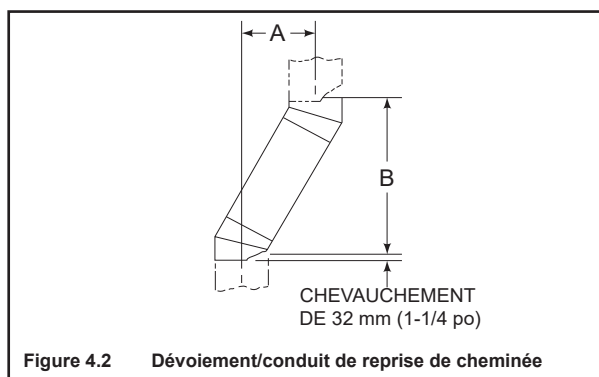

Figure 4.2 Dévoiement/conduit de reprise de cheminée
- Mesurez l'écart nécessaire pour éviter l'obstruction suspendue. Reportez-vous à la dimension A, à la figure 4.2.
Votre dimension « A » de la figure 4.2 est de 368 mm (14-1/2 po). En utilisant le tableau 4.3, la dimension la plus proche de, mais pas inférieure à, 368 mm (14-1/2 po) est 400 mm (15-3/4 po) en utilisant un dévoiement/conduit de reprise de 30°.